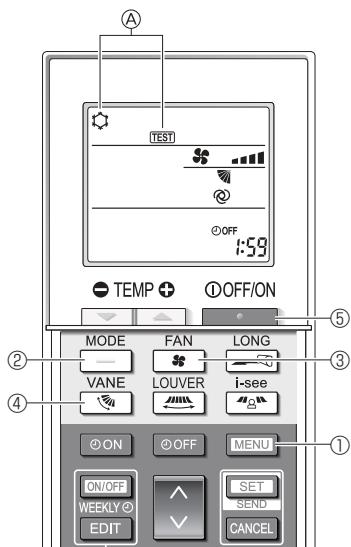

Fig. 8-5
- 2. Appuyez sur la touche **MENU** ① pendant 5 secondes. (Fig. 8-5) (Effectuez cette opération lorsque l'affichage de la télécommande est éteint.)
- 3. Appuyez sur la touche **MENU** ①. La mention (A) [TEST] et le mode de fonctionnement en cours sont affichés. (Fig. 8-5)
- 4. Appuyez sur la touche **MODE** ② pour activer le mode refroidissement, puis vérifiez que de l'air froid est soufflé par l'appareil.
- 5. Appuyez sur la touche **MODE** ② pour activer le mode chauffage, puis vérifiez que de l'air chaud est soufflé par l'appareil.
- 6. Appuyez sur la touche **FAN** ③ et vérifiez que la vitesse du ventilateur change.
- 7. Appuyez sur la touche **VANE** ④ et vérifiez que l'aillette automatique fonctionne correctement.
- 8. Appuyez sur la touche **OFF/ON** ⑤ pour terminer l'essai de fonctionnement. (Après deux heures, un signal sera émis pour arrêter l'essai de fonctionnement.)